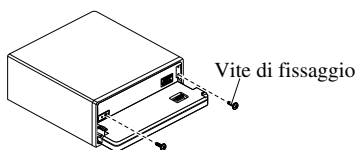

Fig. 15
4. Bloccare il pannello anteriore all'unità per mezzo delle apposite viti di fissaggio. (Fig. 15)